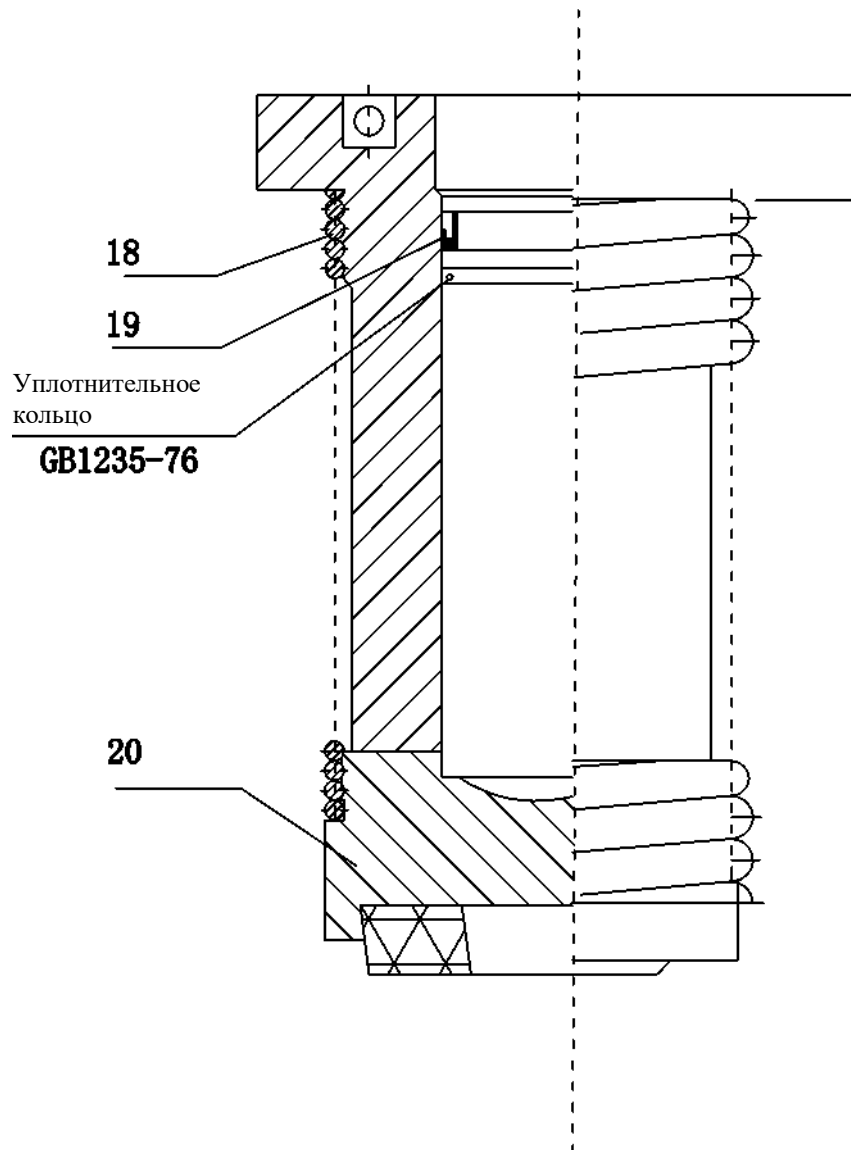

Рисунок 4. Прижимной цилиндр
Состоит из нескольких прижимных масляных цилиндров (Рис. 4), которые установлены на опорной плите перед рамой машины. Прижимная головка преодолевает тяговое усилие пружины (18) и плотно прижимает материал после заполнения маслом прижимного масляного цилиндра. После резки она возвращается в исходное положение под действием тягового усилия пружины. Давление прижима может увеличиваться с увеличением толщины срезаемых материалов.